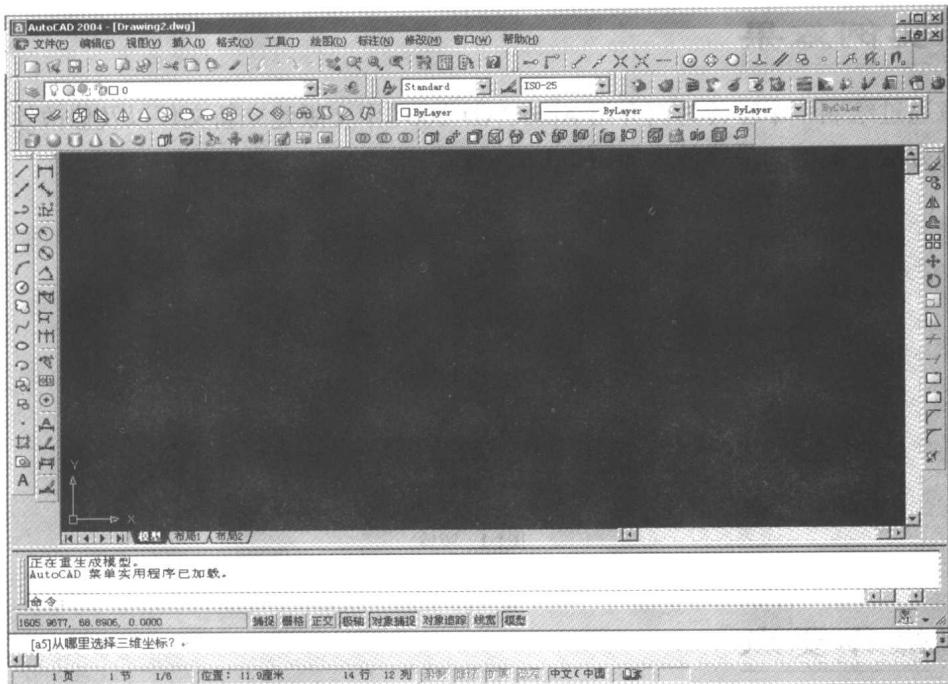

图1-3 绘图窗口
2. 不用修改任何参数，单击 **打开①** 按钮，这样就建立了新的 AutoCAD 文件并进入绘图窗口，如图 1-3 所示（读者打开的窗口可能和本图略有不同，这是因为系统没有将工具栏全部显示在绘图窗口。读者可以将自己常用的工具栏显示出来，具体设置参见技巧归纳部分）。